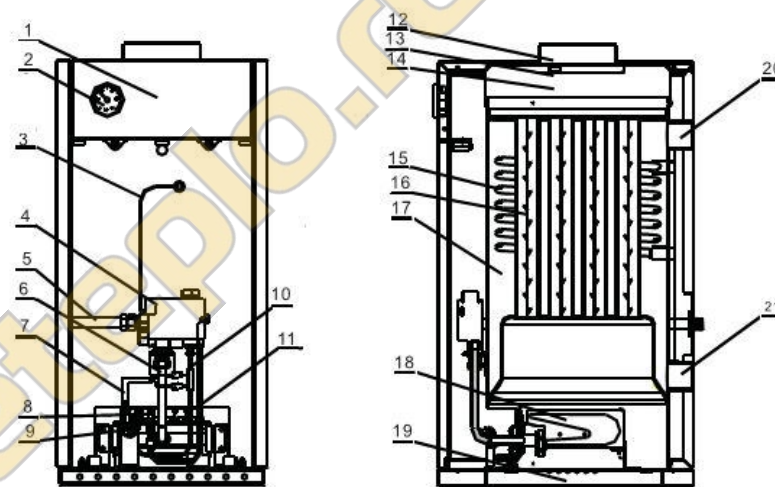

Рис.1 Котёл отопительный газовый водогрейный комбинированный.
- 4.4. Автоматика по тяге и перегреву состоит из термореле (датчика тяги) (п. 9, рис. 1), установленного перед газогорелочным устройством. При отсутствии тяги он отключит подачу газа на газогорелочное устройство. Термостат газовой автоматики отключит подачу газа на основную горелку при достижении температуры теплоносителя  $95^{\circ}\text{C}$ .